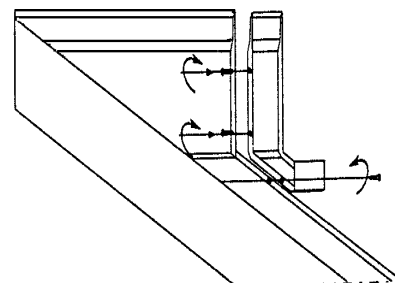

Рис.3
3. Положите корпус на кусок картона, установите кронштейны на корпус и закрепите их на пластиковых боковых панелях (2 винта) и передней панели (1 винт) корпуса (см. Рис.3).